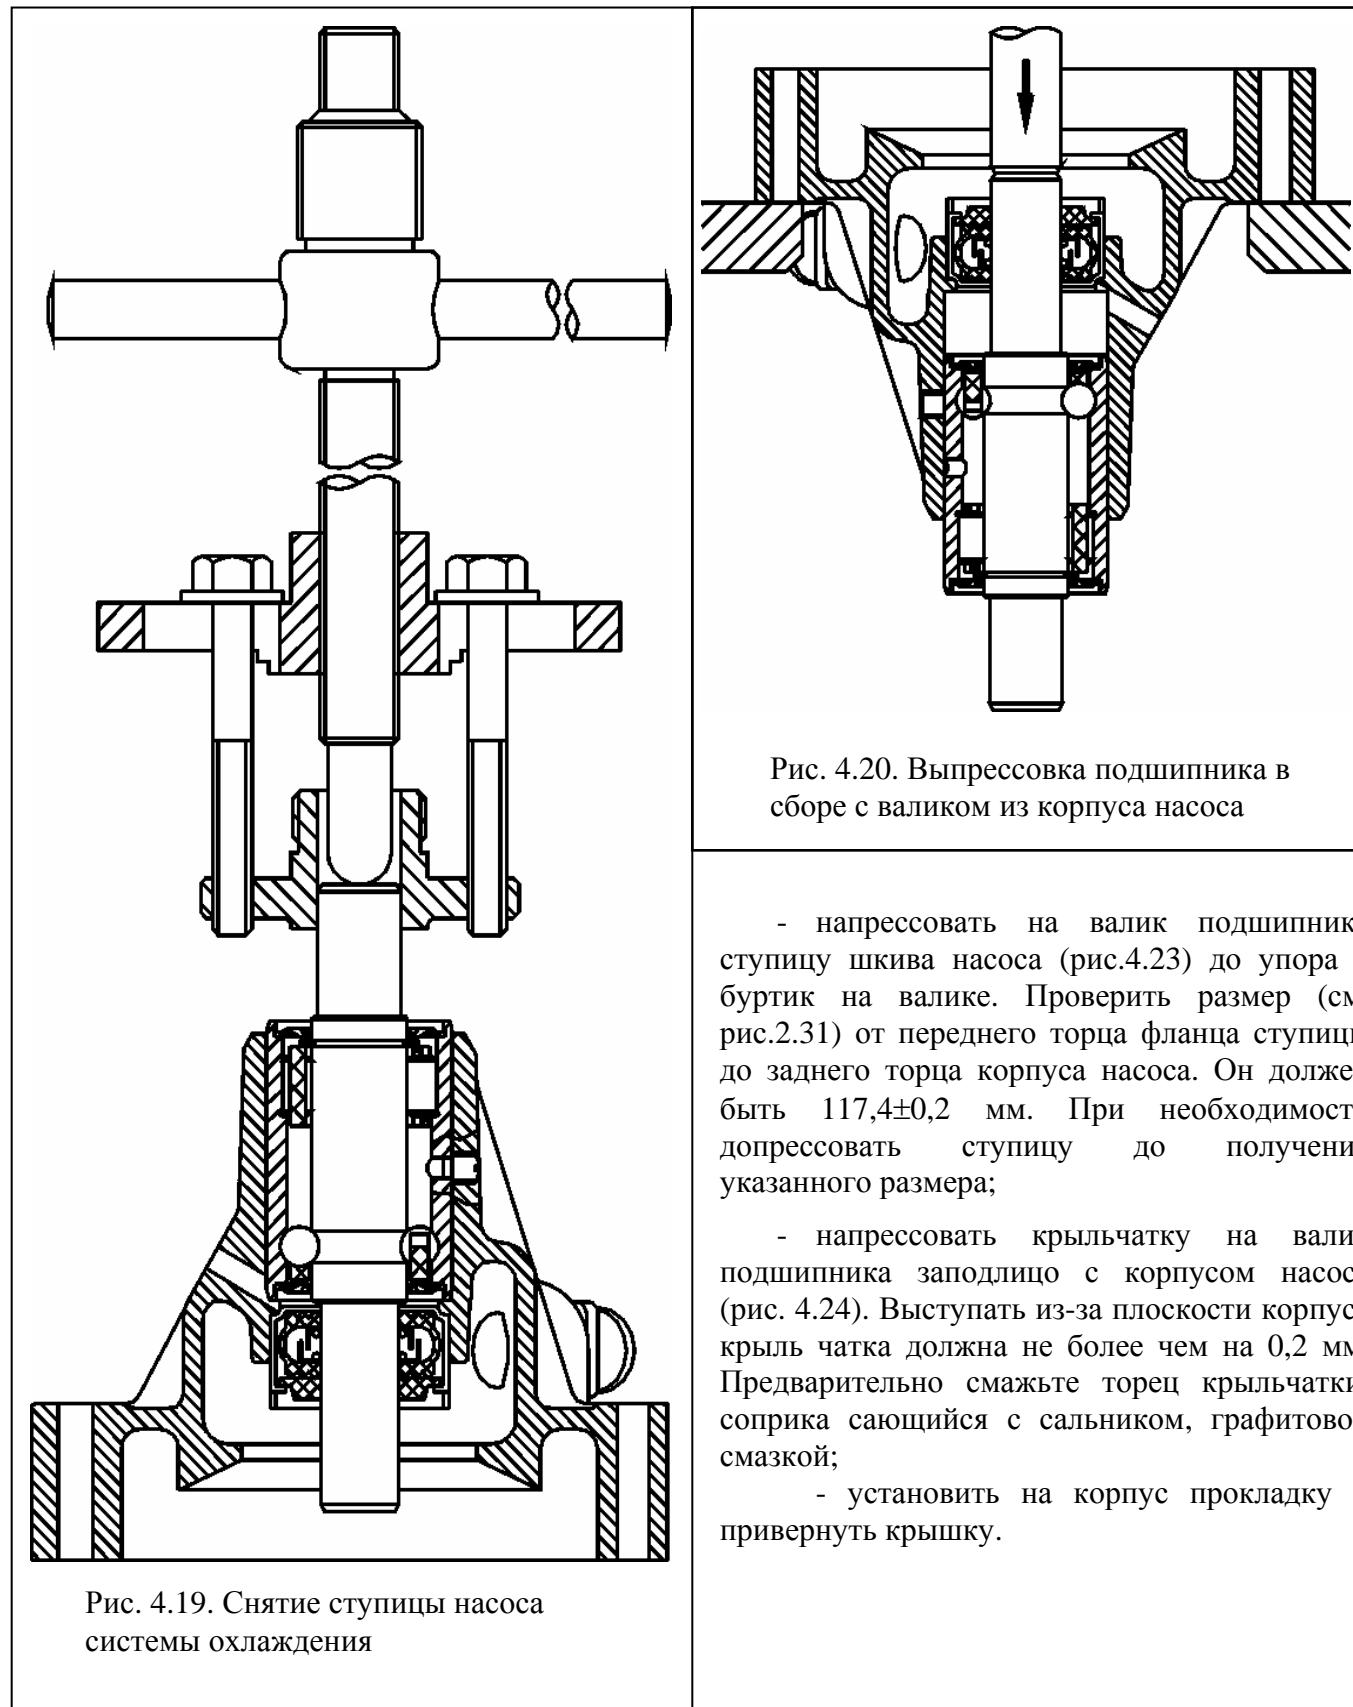

Рис. 4.20. Выпрессовка подшипника в
- выпрессовать из корпуса подшипник в сборе с валиком (рис. 4.20). Выпрессовку производите на прессе или выбивайте медным молотком через оправку;